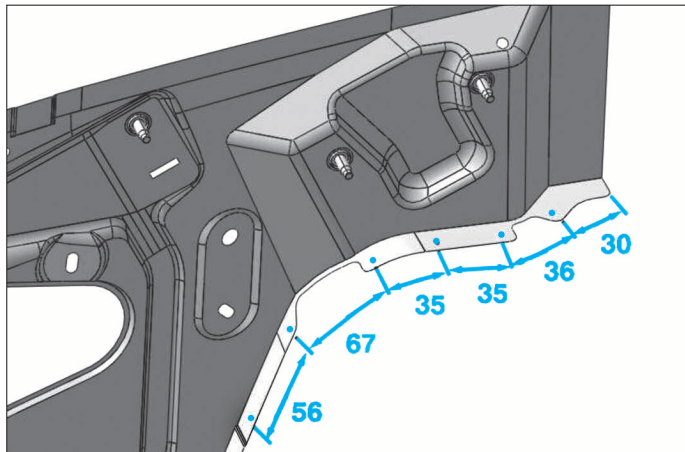

FIG. 120
- Percer les trous de Ø 6,5 mm (Fig.120).